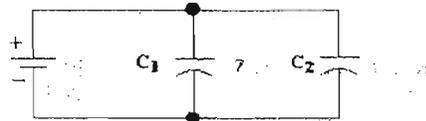

Figura 3.10
j) Arme el circuito de la figura 3.10
En el circuito de la figura 3.10, el cual esta conectado en paralelo $U_T = \frac{1}{2} C_T V_T^2$
Para la figura 3.10 $U_T = U_{47\mu f} + U_{100\mu f} = \frac{1}{2} (47\mu f)(10)^2 + (100\mu f)(10)^2 = 7350 \mu J$